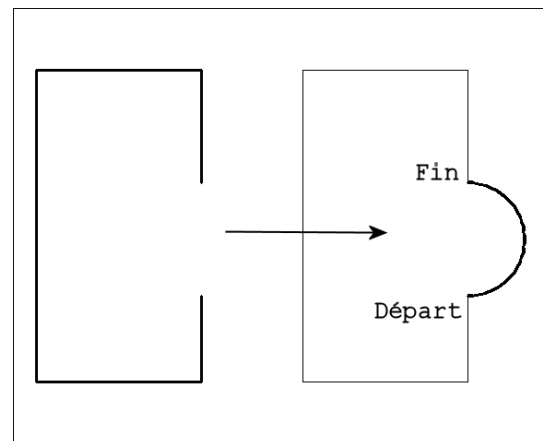

Fig.4.22
- 2 Sélectionner l'option de dessin souhaitée. Dans le cas de la figure 4.22, pour refermer l'ouverture dont la dimension n'est pas spécifiée, il convient d'utiliser l'une des deux options suivantes: